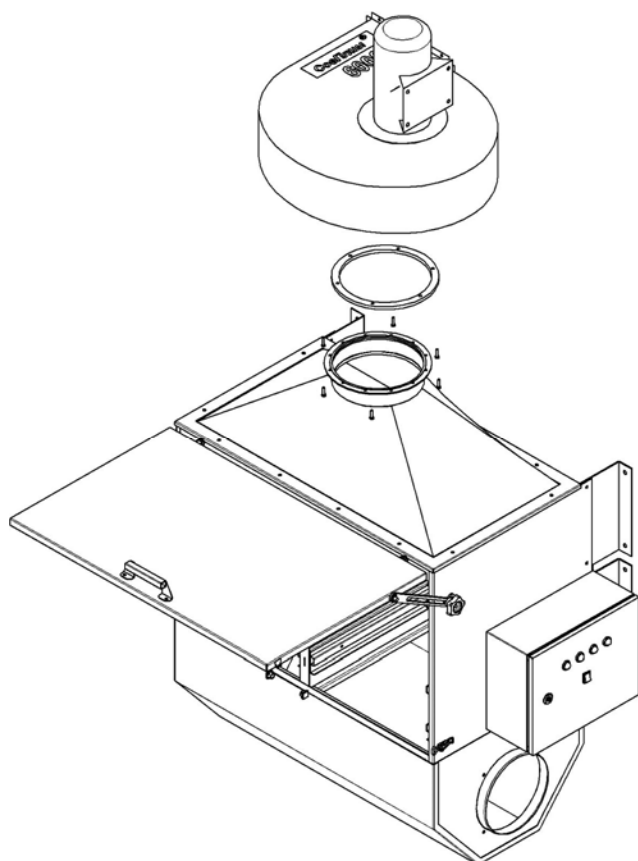

Рис. 8.2
- 8.4. При установке вентилятора на фильтр, отсоедините фланец вентилятора. Установите его на фильтр и соедините вместе фильтр, фланец, прокладку и вентилятор болтами из комплекта фильтра (см. рис. 8.2).